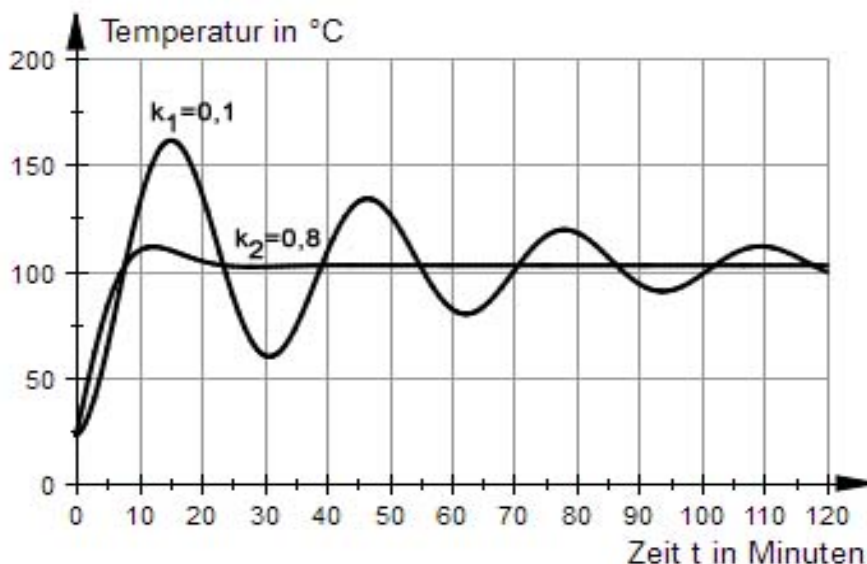

Abb. 2
- 1.5 Beschreiben Sie anhand der Abb. 2 das unterschiedliche Einschwingverhalten für $k_1 = 0,1$ und $k_2 = 0,8$.